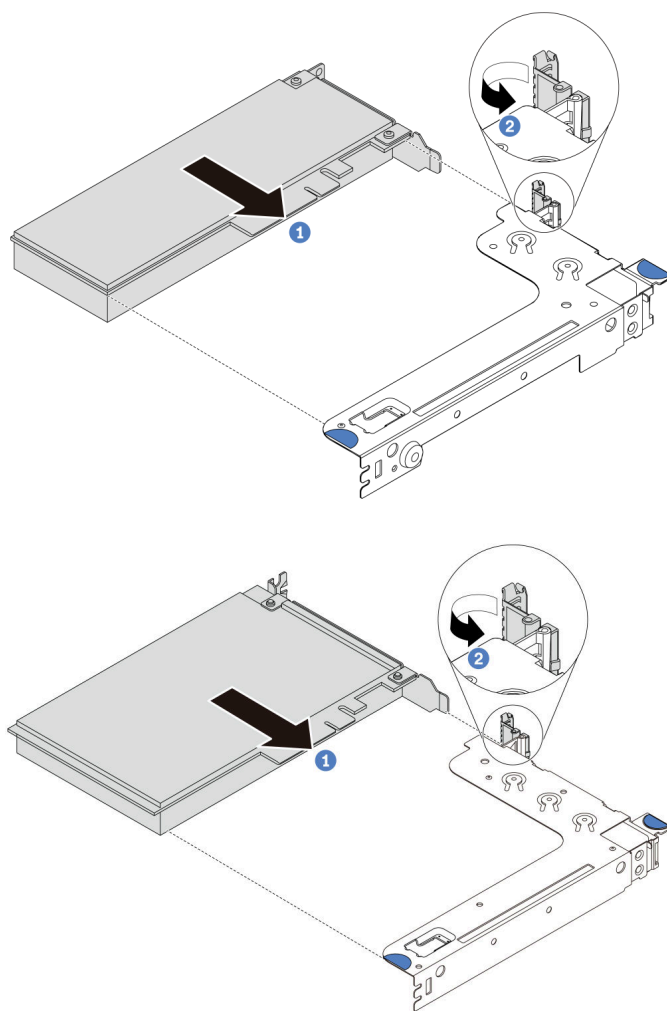

Figura 108. Instalação do conjunto de placa riser 1 (LP/FHFL)
**Nota:** A chave de intrusão só pode ser instalada no conjunto da placa riser 1 (LP/FHFL). O suporte da placa riser no qual a chave de intrusão está instalada pode ser diferente da ilustração abaixo, mas o método de instalação é igual. Para diferentes tipos de suporte da placa riser compatíveis, consulte Figura 108 "Instalação do conjunto de placa riser 1 \(LP/FHFL\)" na página 135.